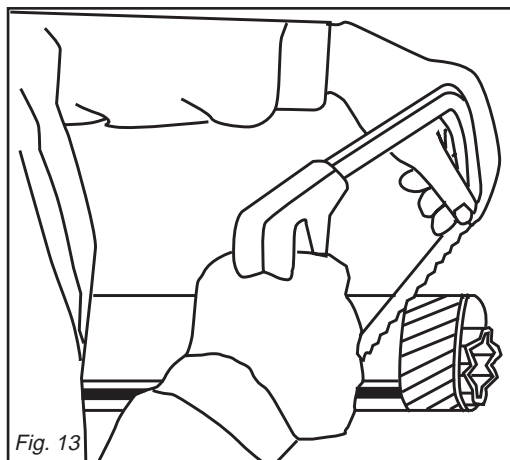
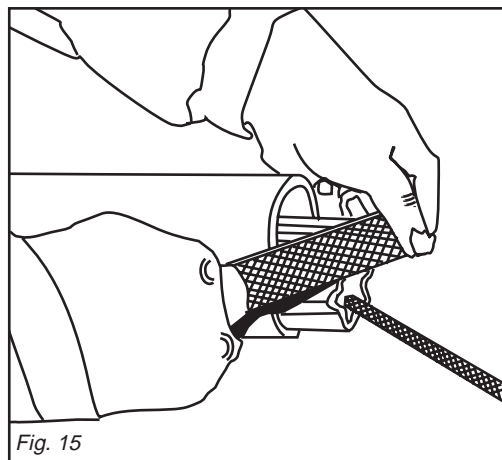
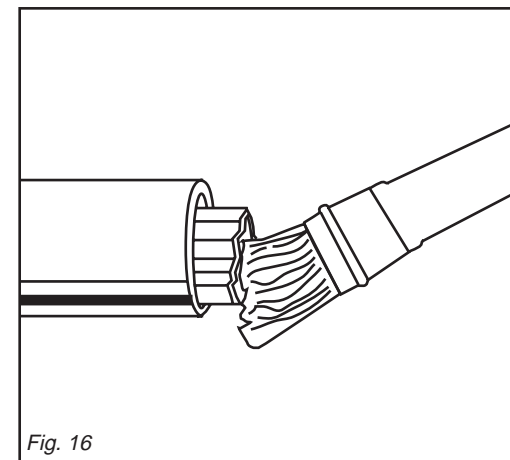

Fig. 13
Fig. 15
Fig. 16
- Accorciare i tubi scorrevoli di una stessa lunghezza (Fig. 13 e 14), sbavare e pulire (Fig. 15) e ingrassare l'interno del tubo esterno (Fig. 16).
- *Shorten the sliding tubes by the same extent (Fig. 13 and 14), deburr and trim (Fig. 15), then grease the inside of the outer tube (Fig. 16).*
- Die Gleitrohre um die gleiche Länge (Abb. 13 und 14) kürzen, sie abgraten und reinigen (Abb. 15) und das Innere des Außenrohrs schmieren (Abb. 16).
- *Raccourcir les tubes coulissant de la même longueur (Fig. 13 et 14), ébavurer et nettoyer (Fig. 15) puis graisser l'intérieur du tube extérieur (Fig. 16).*
- Acortar los tubos corredizos en modo uniforme (Fig. 13 y 14), quitar las rebabas y limpiar (Fig. 15) y engrasar dentro del tubo externo (Fig. 16).